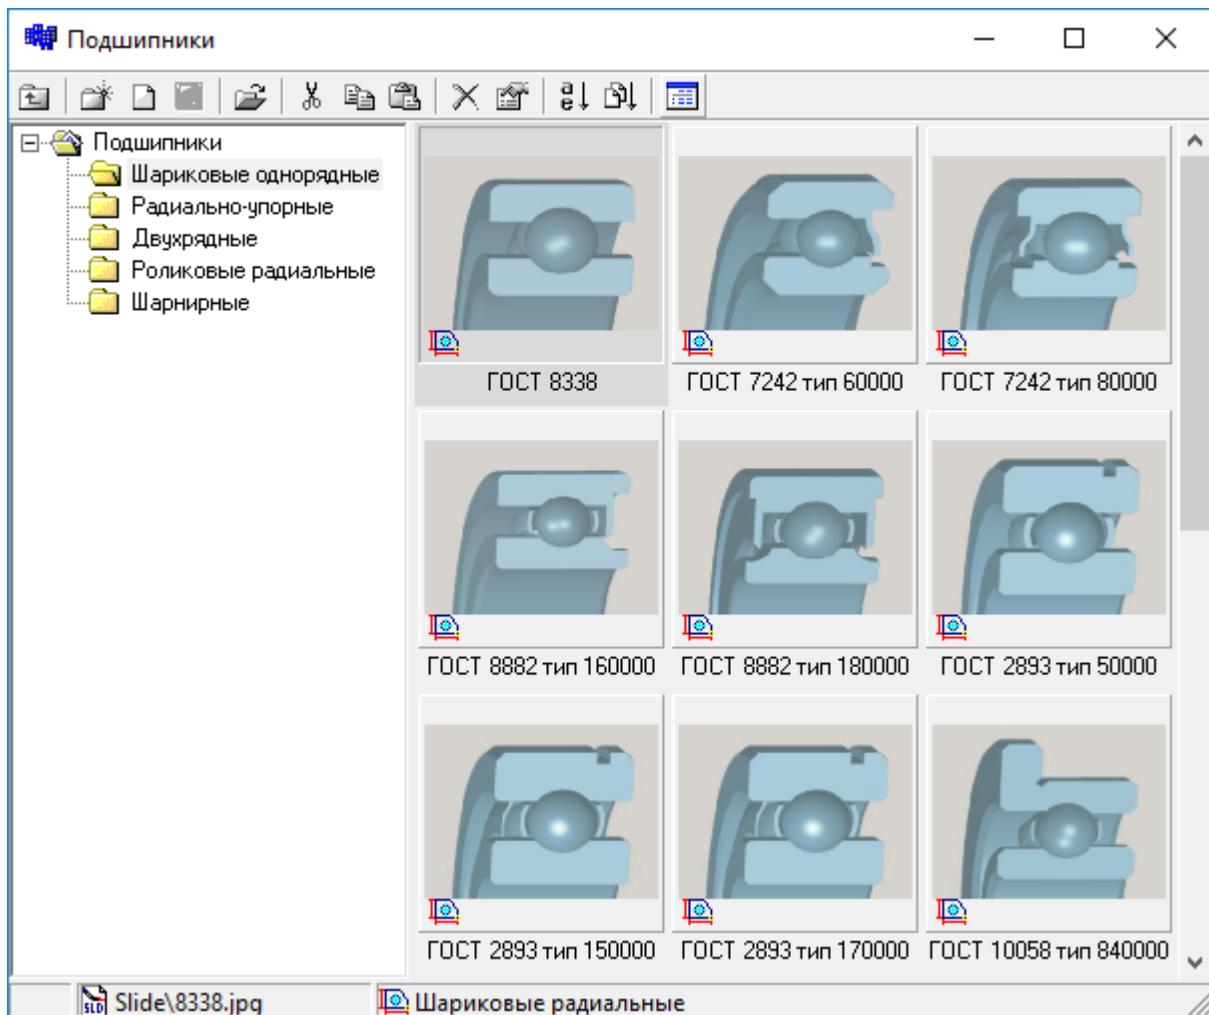

Рисунок 3-35
**Тип подшипника** - для выбора типа подшипника необходимо щелчком левой кнопки мыши в области изображения подшипника вызвать слайдовое меню, указать категорию и дважды щелкнуть левой клавишей мыши по слайду с требуемым ГОСТом (Рисунок 3-35).